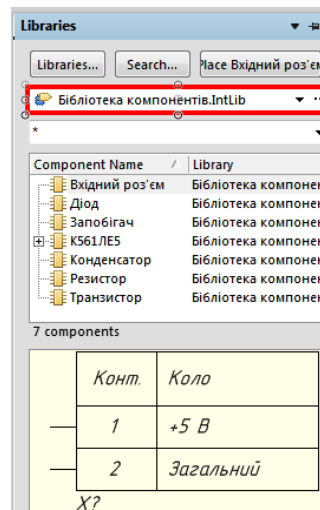

Рис. 4.3
3) Оберіть зроблену в минулих роботах бібліотеку (Рис. 4.3).